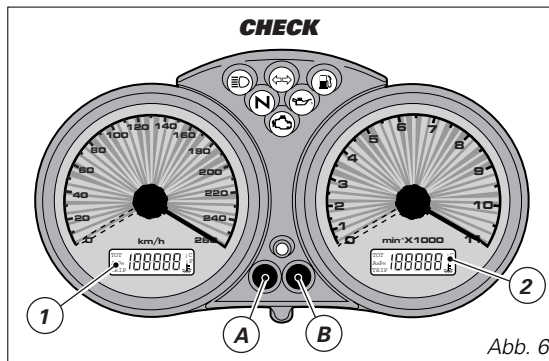

Abb. 6
Nach dem Drücken der Taste (B) (Abb. 6), bei einem auf **ON** stehenden Zündschlüssel, kommt es zu einer Wechselanzeige des Tages- und des Kilometerzählers.
Befindet er sich in der Funktion **TRIP** (Tageskilometerzähler) kommt es nach dem Drücken, 2 Sekunden lang, der Taste (B) (Abb. 6) zum Rückstellen der Displayanzeige (LCD 1) auf Null.
Nach dem Drücken der Taste (A) (Abb. 6), bei einem auf **ON** stehenden Zündschlüssel, werden die Uhrzeit und die Öltemperatur angezeigt.
Drückt man die Taste (B) (Abb. 6) innerhalb von 5 Sekunden nach dem Umstellen des Zündschlüssels auf **ON**, kann man durch ein aufeinanderfolgendes Drücken dieser Taste die Helligkeit am Instrumentenbrett einstellen.